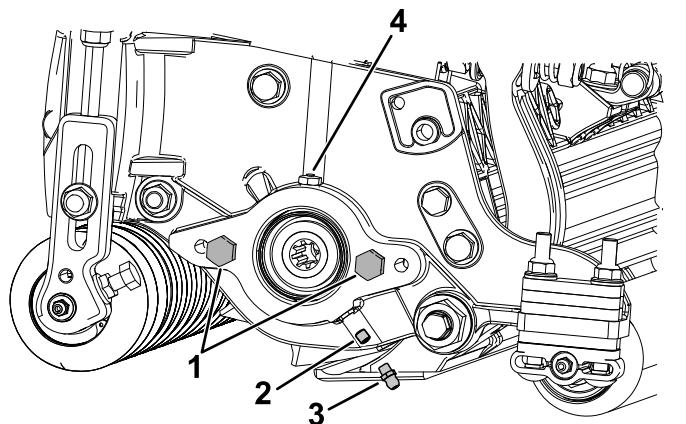

図 4
ねじは廃棄する 図 4。
2. グリスフィッティングストレーを取り付ける 図 4。
2. リールモータのサイドプレートにキャップスクリュが付いていない場合は取り付ける 図 4。
5. サイドプレートからグリスを注入する。グリスベントからグリスが漏れてくるまで入れること 図 4。